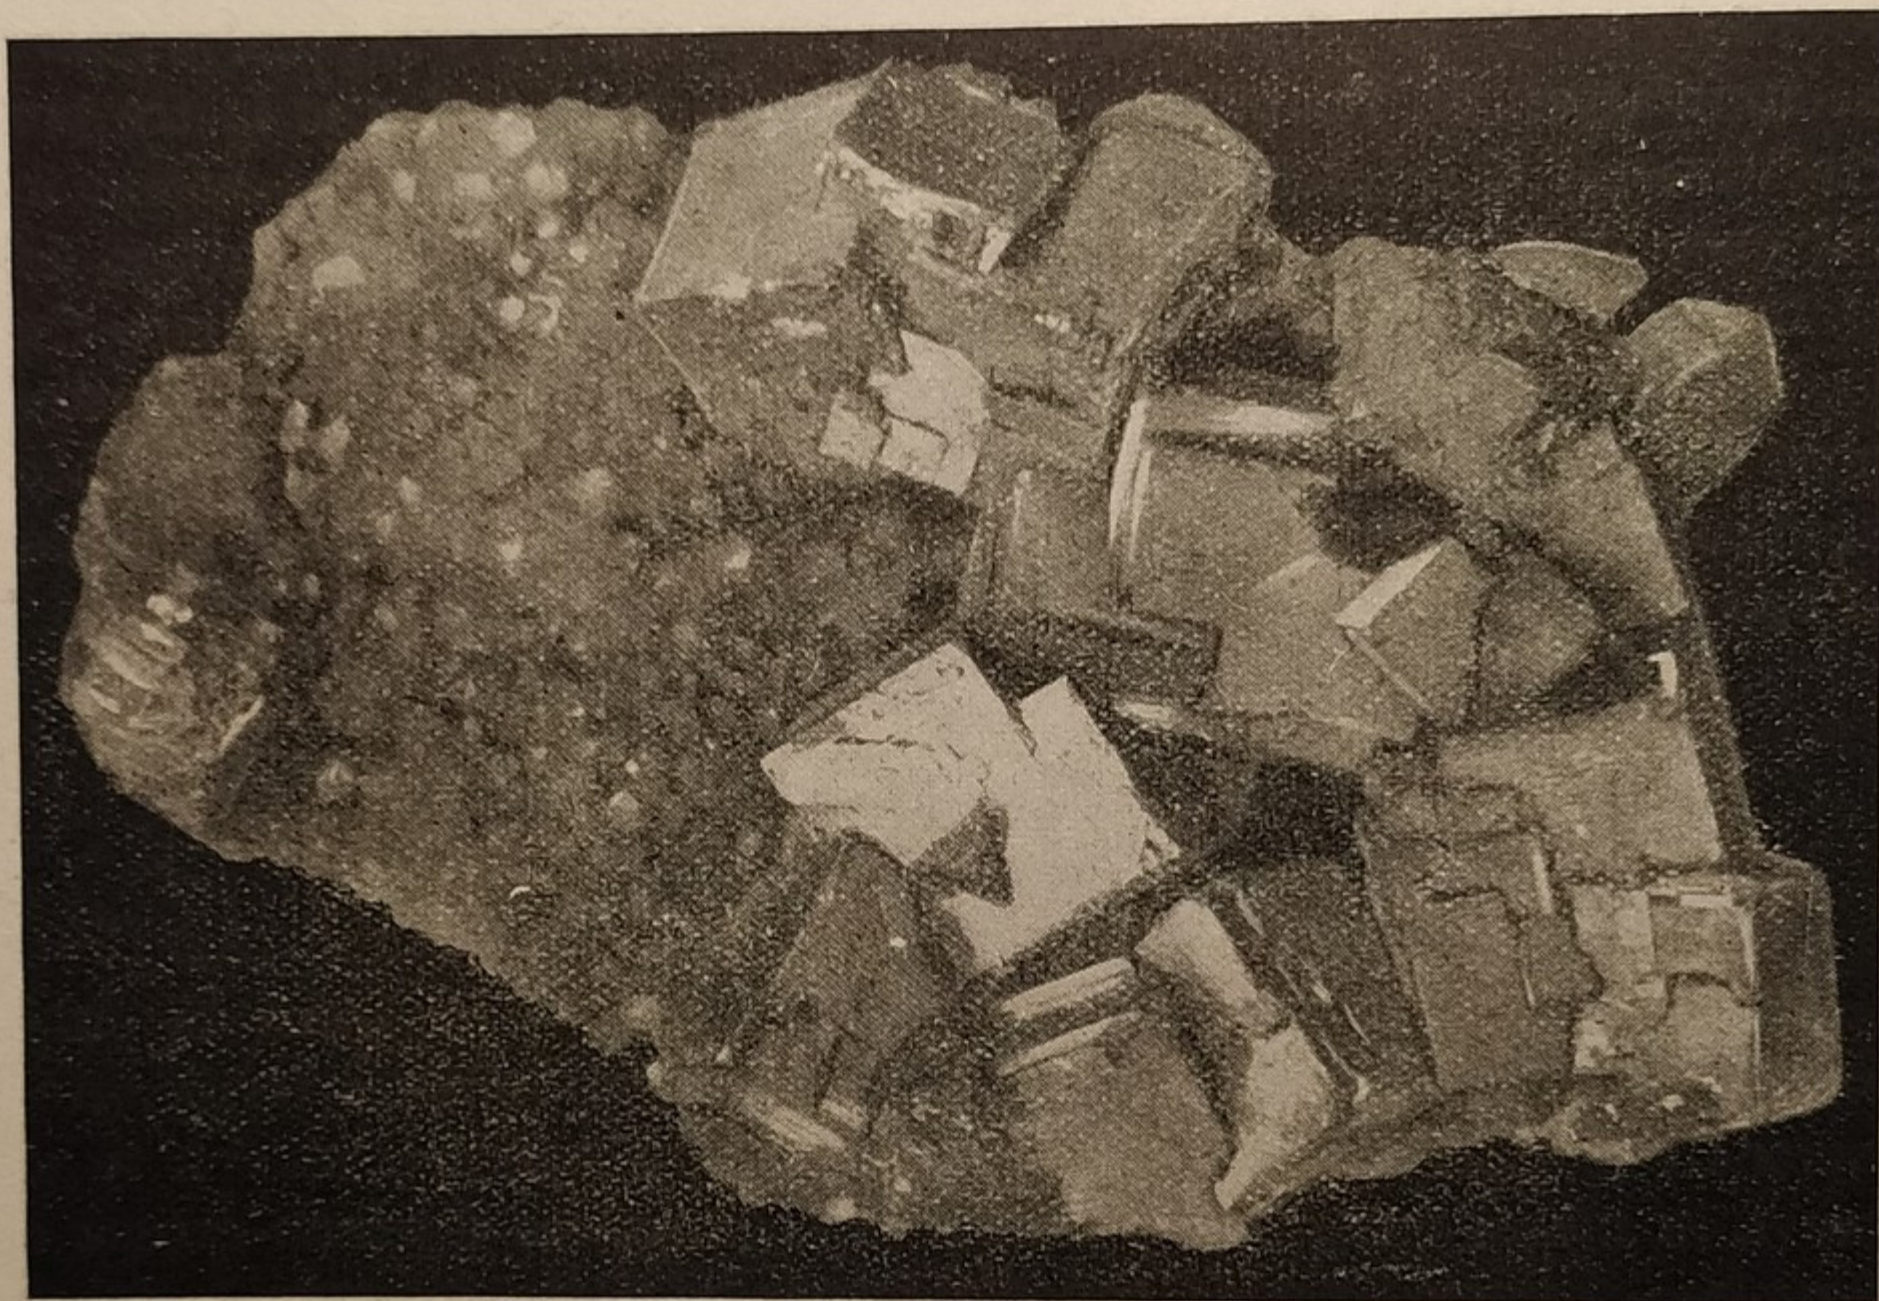

FIG. 150. - Galena in cristalli cubici.
Galena (1). — *Solfuro di piombo* PbS . Sist. *monometrico* (fig. 150).